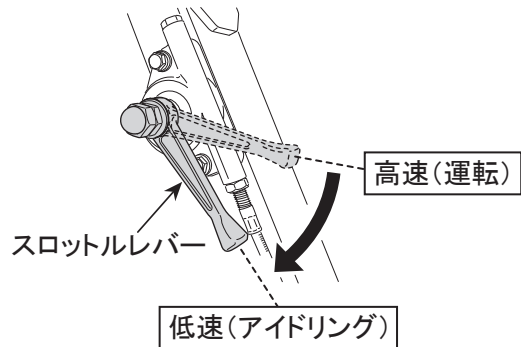

図 12
3. 作業を止める時は、スロットルレバーを低速(アイドリング)の位置へ素早く戻します。(図12)